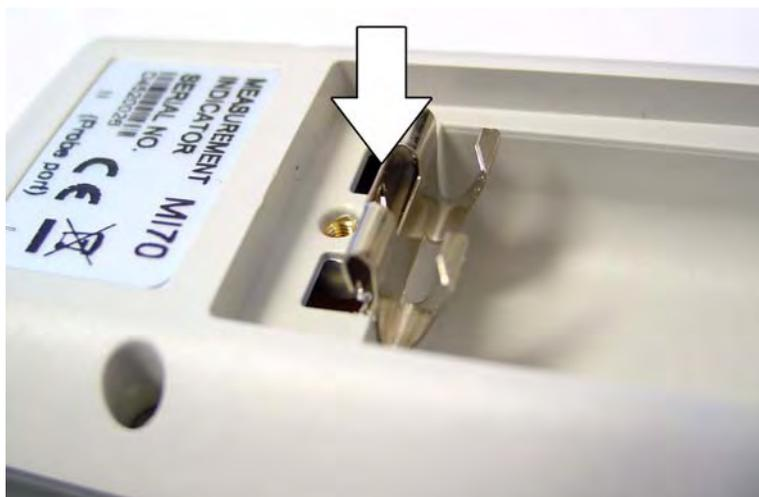

図 10 単 3 電池用のクリップの取り付け
2. 金属クリップを 30 ページの図 10 に示すように取り付け、所定の位置にはめ込まれるまで押し込みます。非常に強く押す必要があることに注意してください。